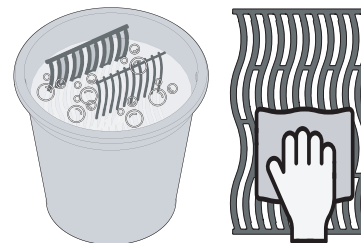

Рис. 3
- Вимийте решітки вручну водою з м'яким господарським милом, щоб видалити залишки виробничого процесу. НЕ мийте в посудомийній машині. (Рис. 3)